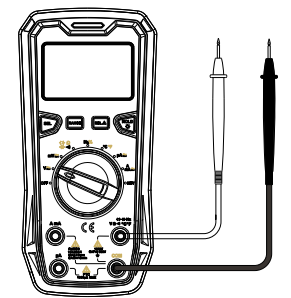

Figure 2
1. AC/DC Mesure de tension (Figure 2)
2. Test de continuité (figure 2)
3. Mesure de la résistance (figure 2)
4. Test des diodes (figure 2)
5. Mesure de la capacité (figure 2)
6. Mesure de fréquence (figure 2)
7. Mesure du cycle de service (figure 2)